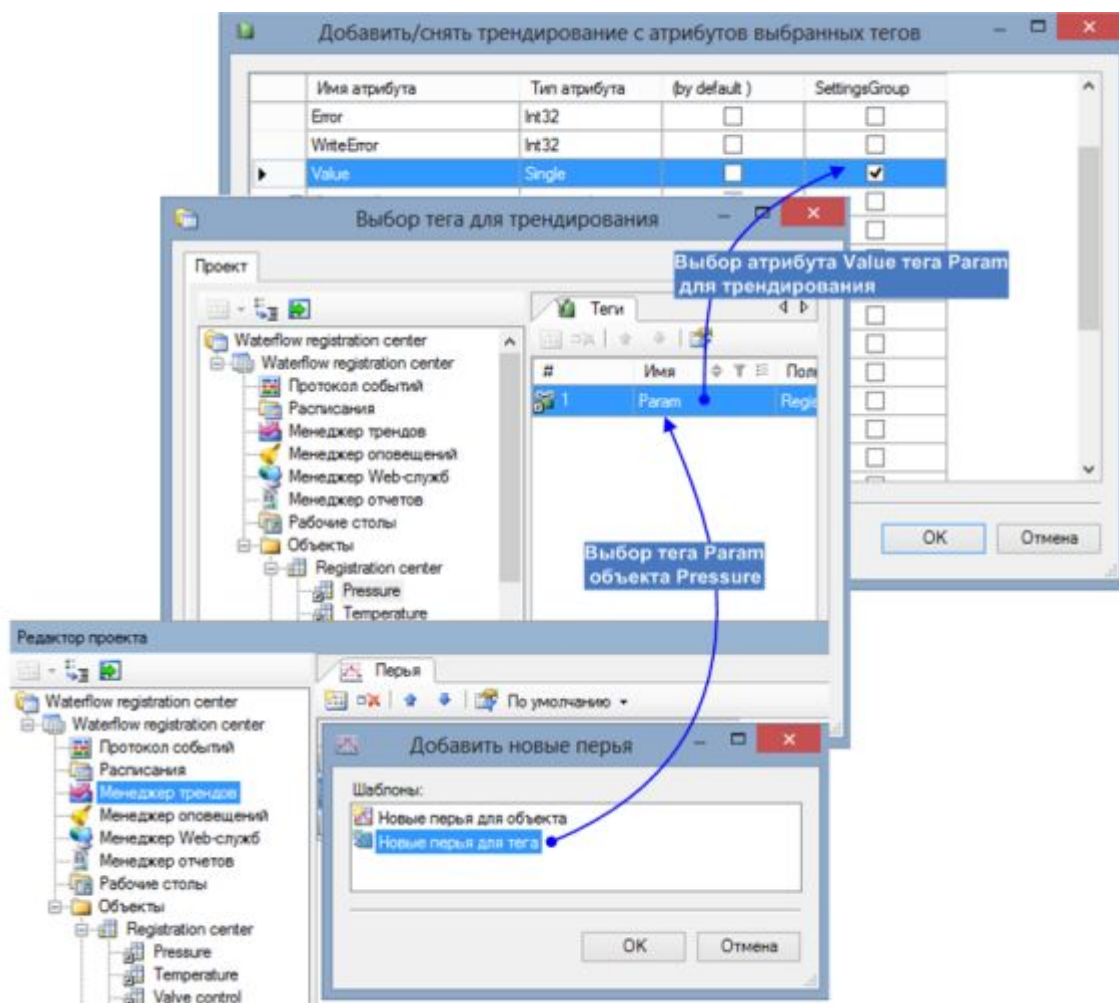

Рисунок 2.34 – Выбор атрибута тега для трендирования
- 5 В окне **Выбор тега для трендирования** укажите объект и его тег, затем нажмите **ОК** (рисунок 2.34)
- 6 В появившемся окне **Добавить/снять трендирование с атрибутов выбранных тегов** укажите атрибут тега и сделайте отметку в колонке **Settings Group** для формирования архива тренда (рисунок 2.34).